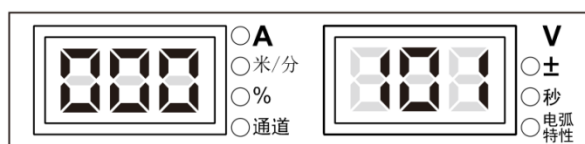

图 3-41 软硬件版本查询界面
2. 按执行键确认后，可通过调节焊接电源面板旋钮查询软硬件版本号，如图 3-41 所示。